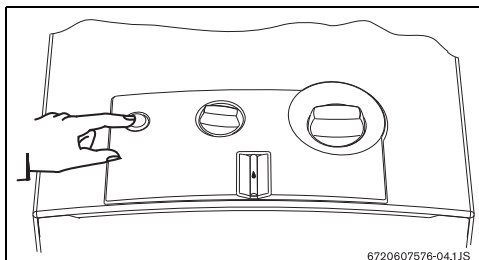

Fig. 5
- Azionare l'interruttore di accensione (Fig. 5).